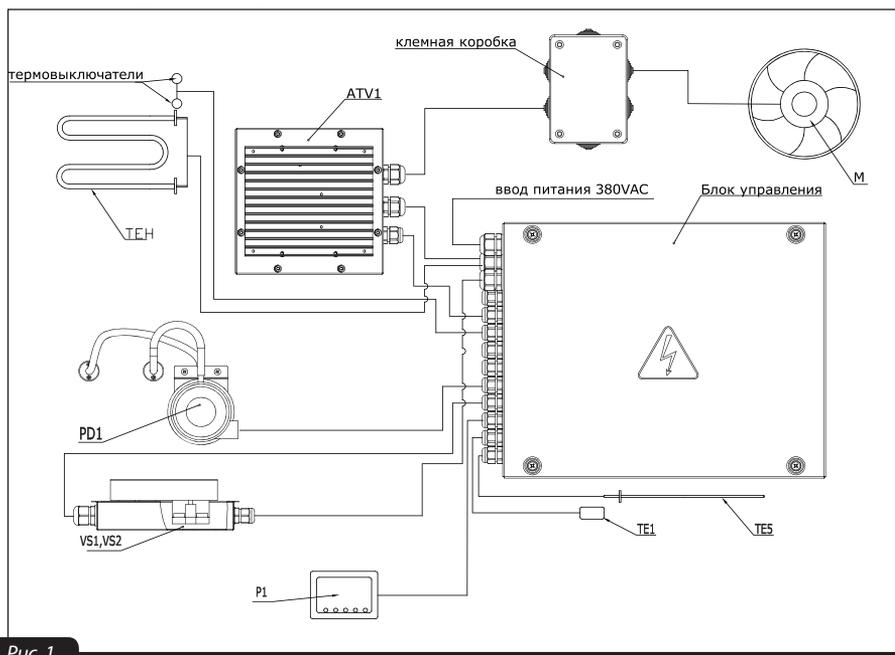

Рис. 1
**Электронный блок автоматического управления и контроля за работой системы САУ (рис.1) осуществляет следующие функции:**